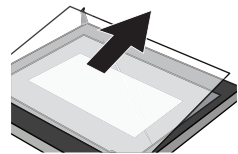

Abbildung 5
5. Schieben Sie das Glas in Pfeilrichtung aus Abbildung 5. Nehmen Sie das Glas vorsichtig aus der Halterung. (Abbildung 5)